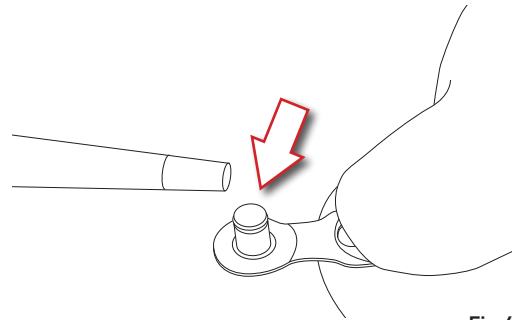

Fig.6
- Lubrifiez les axes du C-Link™ en utilisant un lubrifiant spécifique pour chaîne (Fig. 6).